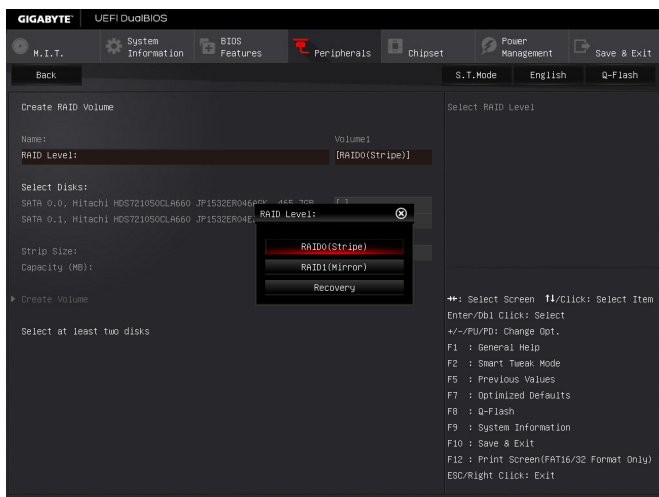

図 4
Intel(R) Rapid Storage Technology メニューにおいて、**Create RAID Volume** で <Enter> を押して **Create RAID Volume** 画面に入ります。**Name** の項目で 1~16 文字 (文字に特殊文字を含めることはできません) のボリューム名を入力し、<Enter> を押します。次に、RAID レベルを選択します (図 4)。サポートされる RAID レベルには RAID 0、RAID 1、RAID 10、と RAID 5 が含まれています (使用可能な選択は取り付けられているハードドライブの数によって異なります)。次に、下矢印キーを用いて **Select Disks** に移動します。